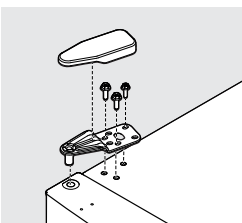

figura 11
13. Instale la bisagra superior utilizando una llave de cubo de 5/16 pulg. y coloque la cubierta de la bisagra superior (algunos modelos) en la unidad (consulte la Figura 11).